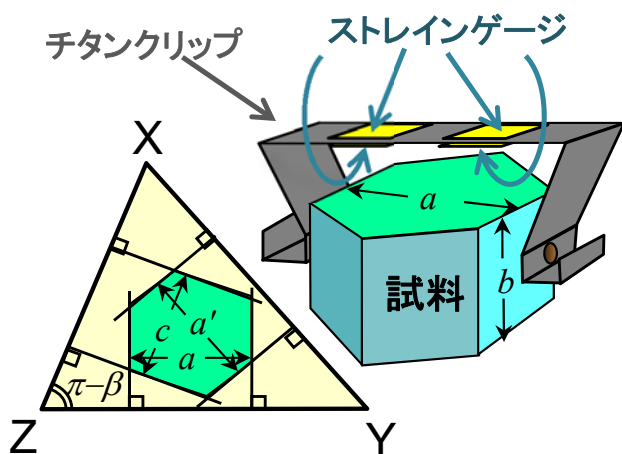

図1 クリップ型ストレインゲージ熱膨張計による単斜晶系試料の測定 (a 軸方向の測定例)
- 我々が開発したクリップ型ストレインゲージ熱膨張計では、単斜晶系の3結晶軸方向 a , b , c と更に独立なもう一つの方向 a' に垂直な面を持つ六角柱試料(図1)で全ての成分を測定できる。